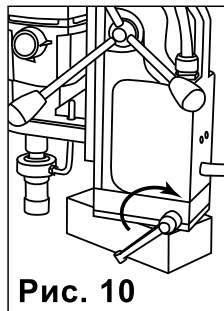

Рис. 10
4. Поверните рукоятку фиксации поворотного основания на магните в обратную сторону (от держателя) до упора; **(Рис. 10)**